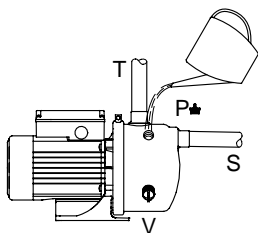

Рис. 2 Заливка насоса
Демонтировать пробку (V) сливного отверстия, см. рис. 2, и ввернуть эжекторный клапан в отверстие. Затянуть клапан только вручную.
1. Удалить пробку заправочной горловины (P). См. рис. 2.